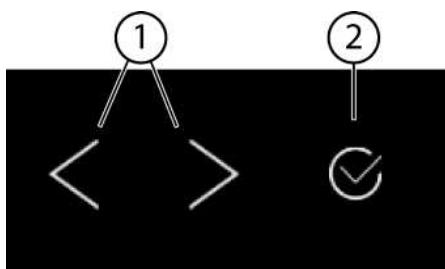
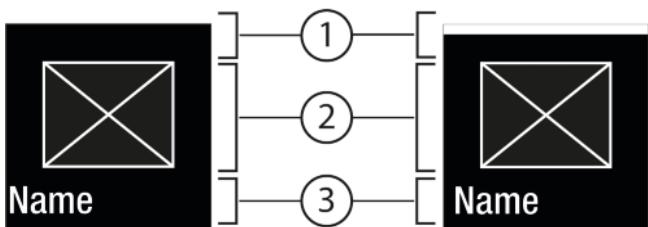
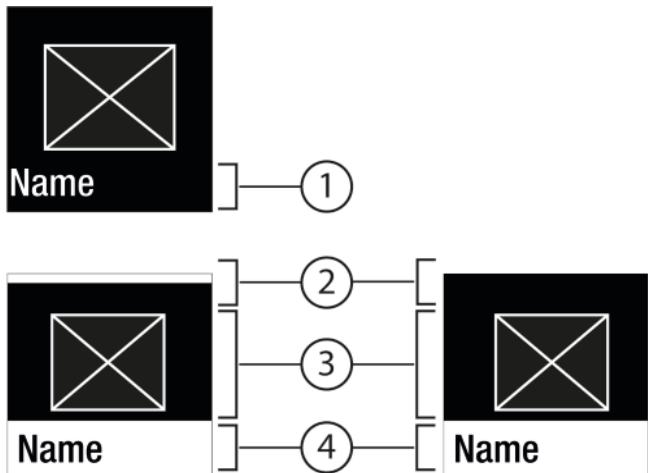

Fig. 5
Fig. 6
Fig. 7
(1) Навигационная стрелка влево / вправо
(2) Подтвердить
Навигационная стрелка влево / вправо Fig. 5 (1):
Подтвердить Fig. 5 (2):
- Навигация при помощи навигационной стрелки влево / вправо *Fig. 5 (1)*.
- С помощью Подтвердить *Fig. 5 (2)* активировать *Fig. 6 (1)* / деактивировать *Fig. 6 (1)* функцию / настройку.
- С помощью Подтвердить *Fig. 5 (2)* вызвать Подменю *Fig. 7 (4)*.
- Установка нового значения: С помощью Подтвердить *Fig. 5 (2)* выбрать деактивированное значение *Fig. 6 (1)*.
- Назад в меню: С помощью Подтвердить *Fig. 5 (2)* выбрать уже активированное значение *Fig. 6 (2)*.
- Навигационные стрелки *Fig. 5 (1)* нажимайте до тех пор, пока не появится индикация функции .
- Нажмите на Подтвердить *Fig. 5 (2)*.
- Навигационные стрелки *Fig. 5 (1)* нажимайте до тех пор, пока не появится индикация функции.
- С помощью навигационных стрелок *Fig. 5 (1)* выберите значение настройки.
- ▷ Состояние: активировано *Fig. 6 (1)* появляется ненадолго в Подменю *Fig. 7 (4)*.
- Нажмайте навигационные стрелки *Fig. 5 (1)* до тех пор, пока не появится индикация настроек .
- Нажмайте навигационные стрелки *Fig. 5 (1)* до тех пор, пока не появится индикация требуемой настройки.